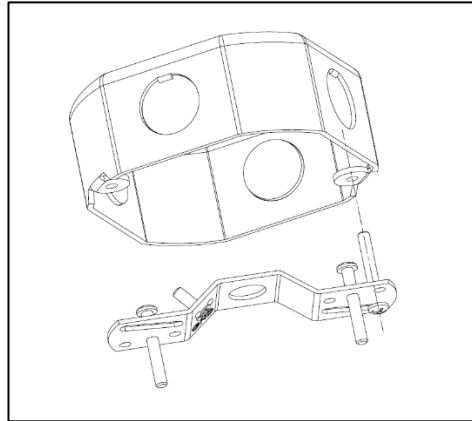
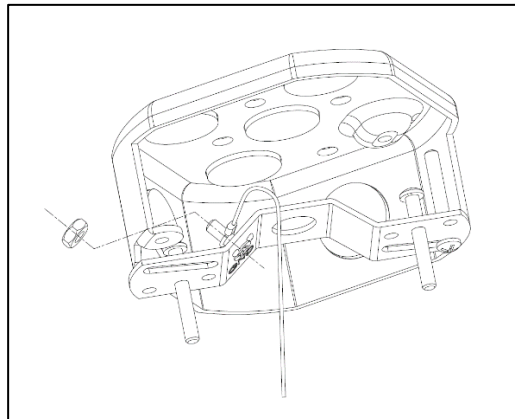
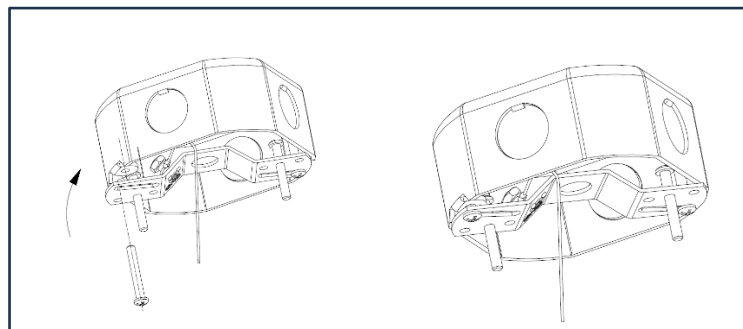

Figure 5
Figure 6
Figure 7
4. Utilisez l'une des vis #8 fournies pour fixer le support de montage au ras du plafond en le fixant à la boîte de jonction. Assurez-vous que les deux vis réglables sont orientées vers le côté de la pièce (voir Figure 5). Fixez l'extrémité de l'œillet du câble d'attache à travers l'emplacement de vis de 12 mm fourni. Enfilez l'œillet d'attache à travers l'extrémité supérieure de la vis de 12 mm et fixez l'œillet avec l'écrou fourni en serrant l'écrou sur le dessus de l'œillet. (voir Figure 6). Faites pivoter et alignez la fente du support de montage sur le trou de montage de la boîte j, puis utilisez l'autre vis #8 pour fixer le support en place (voir Figure 7).